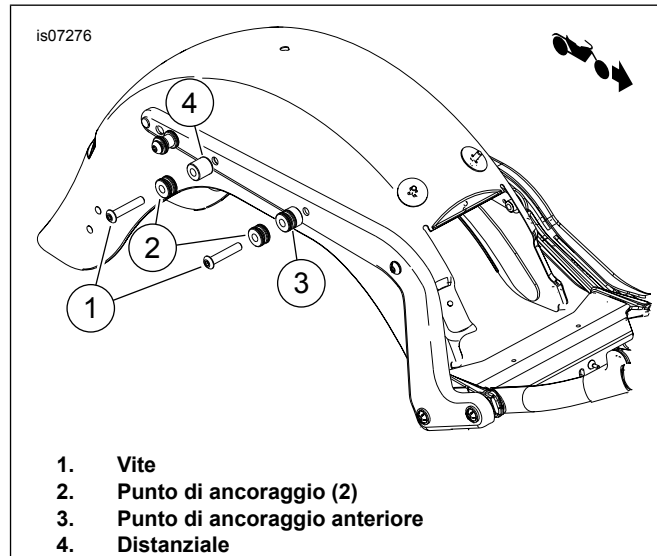

Figura 4. Installazione del punto di ancoraggio (con altri accessori rimovibili)
*Con altri accessori rimovibili:* Vedere Figura 4. Inserire le viti (1) attraverso i mini punti di ancoraggio (2), il punto di ancoraggio anteriore (3) e il distanziale posteriore (4). Inserire le viti nella staffa di montaggio del sostegno del parafrangente (all'interno del parafrangente). Serrare le viti ad una coppia di 28–36 N·m (21–27 ft-lbs).